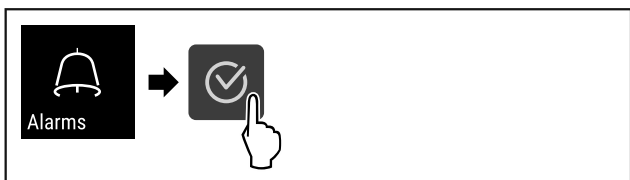

Fig. 96
- ▶ Udfør handlingstrinene (se Fig. 96).
- ▶ Udfør handlingstrinene (se Fig. 96) .